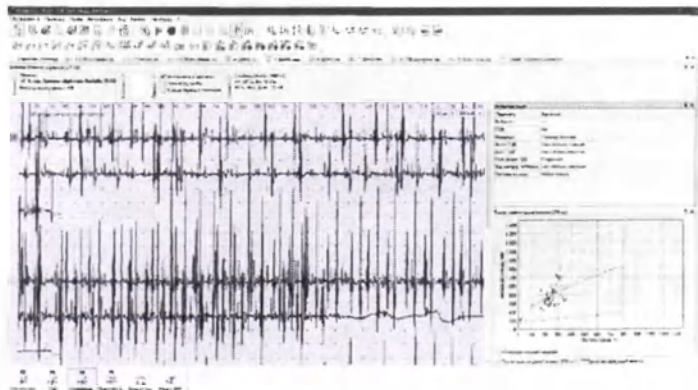

Рис. 198. Анализ интерференционного паттерна. Таблицу интерпретации можно заполнять из данного окна
1. Анализ кривых, полученных при значительном напряжении мышцы (интерференционный паттерн), основан на графическом распределении точек турно-амплитудного анализа. Для построения графика задаются определенная амплитуда турна (по умолчанию 100 мкВ) и интервал анализа турнов (250 мс). Параметры анализа турнов установлены по умолчанию (рис. 198).